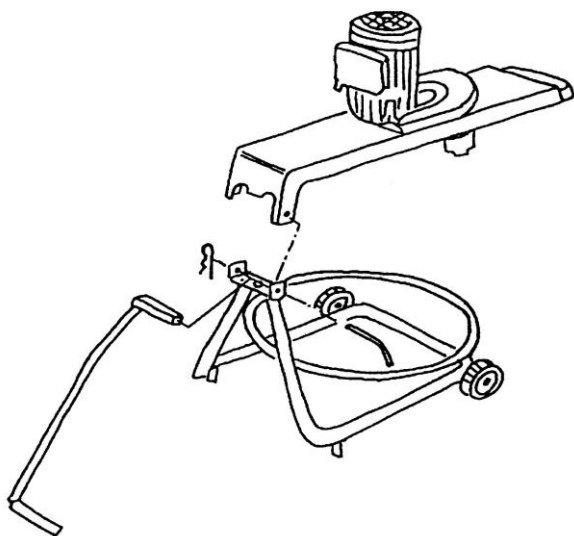

Fig. 2.2
2. Placera ramen, handtaget och konsolen enligt Fig. 2.2.